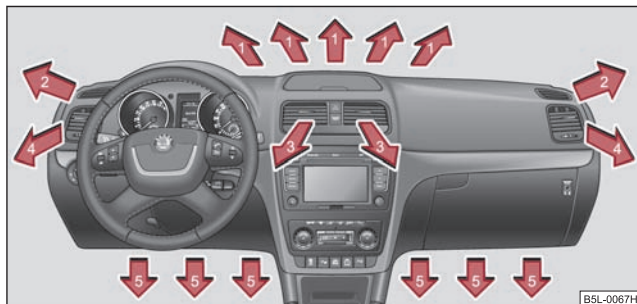
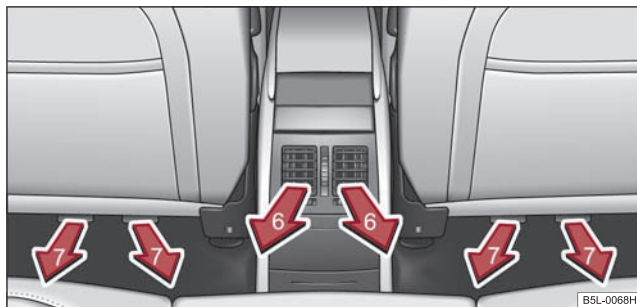

Fig. 135 Difusores de aire delanteros
Fig. 136 Difusores de salida de aire traseros
- Girar la rueda horizontal (derecha) ⇒ fig. 135.
- Gire la ruedecilla moleteada vertical (entre las posiciones finales) ⇒ fig. 136.
Los difusores 3, 4 ⇒ fig. 135 y 6 ⇒ fig. 136 se pueden cerrar y abrir por separado.
⇒ página 111, fig. 135. ■